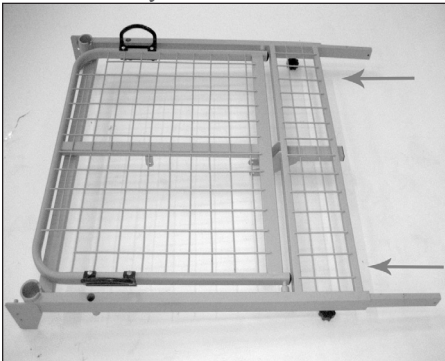

Abb.2
1. Die Rechteckrohre in den Kopfstützenrahmen einführen und bis zum Anschlag nach oben schieben (Abb. 2)